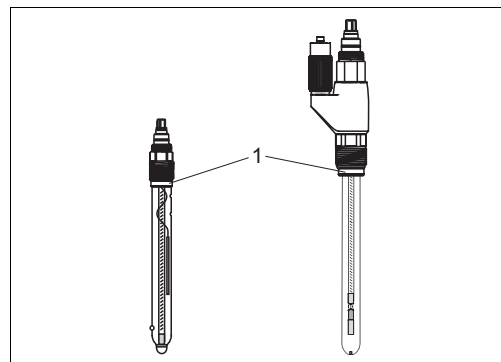

Fig. 13: Instalación del sensor
1. Extraiga el tapón de protección del sensor. Asegúrese de que el eje del sensor está equipado con la junta tórica y el anillo de empuje (Fig. 13).